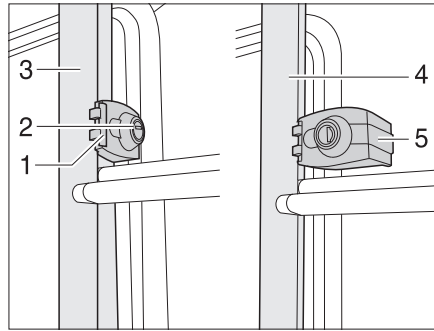

Fig. 3 Dispositif de verrouillage de l'échelle arrière
- Insérer la clé dans le cylindre de fermeture (Fig. 3,2) du verrouillage de l'échelle arrière (Fig. 3,1) et tourner d'un quart de tour jusqu'à ce que la clé soit à la verticale.
- Maintenir la partie rabattable de l'échelle arrière (Fig. 3,4) et faire pivoter l'étrier de sûreté (Fig. 3,5).
- Insérer la clé dans le cylindre de fermeture (Fig. 3,2) du verrouillage de l'échelle arrière (Fig. 3,1).
- Faire pivoter l'étrier de sûreté (Fig. 3,5) vers l'intérieur autour du tube de la partie fixe de l'échelle arrière (Fig. 3,3).